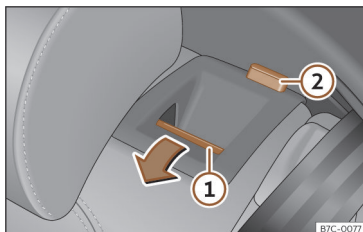

Fig. 90 Banquette arrière : rabattre le dossier.
- Appuyez sur la touche de déverrouillage >>> **fig. 90 ①** vers l'avant en rabaissant simultanément le dossier. Le dossier arrière est déverrouillé lorsqu'un repère rouge est visible sur la touche ②.